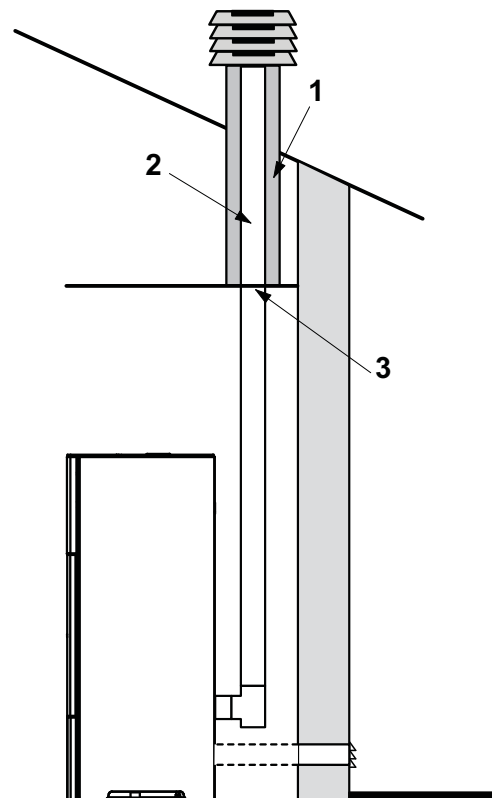

fig. 5.9
- ! Si la chimenea es de mayor sección es necesario intubarla con un tubo de acero (con un diámetro que depende del recorrido) que esté debidamente aislado (Fig. 5.9).